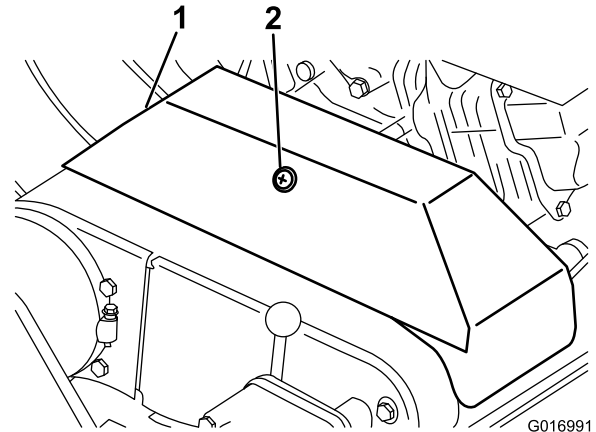

図 39
2. V ベルトカバーを固定しているリテーナをゆるめて、カバーを開ける（図 39）。